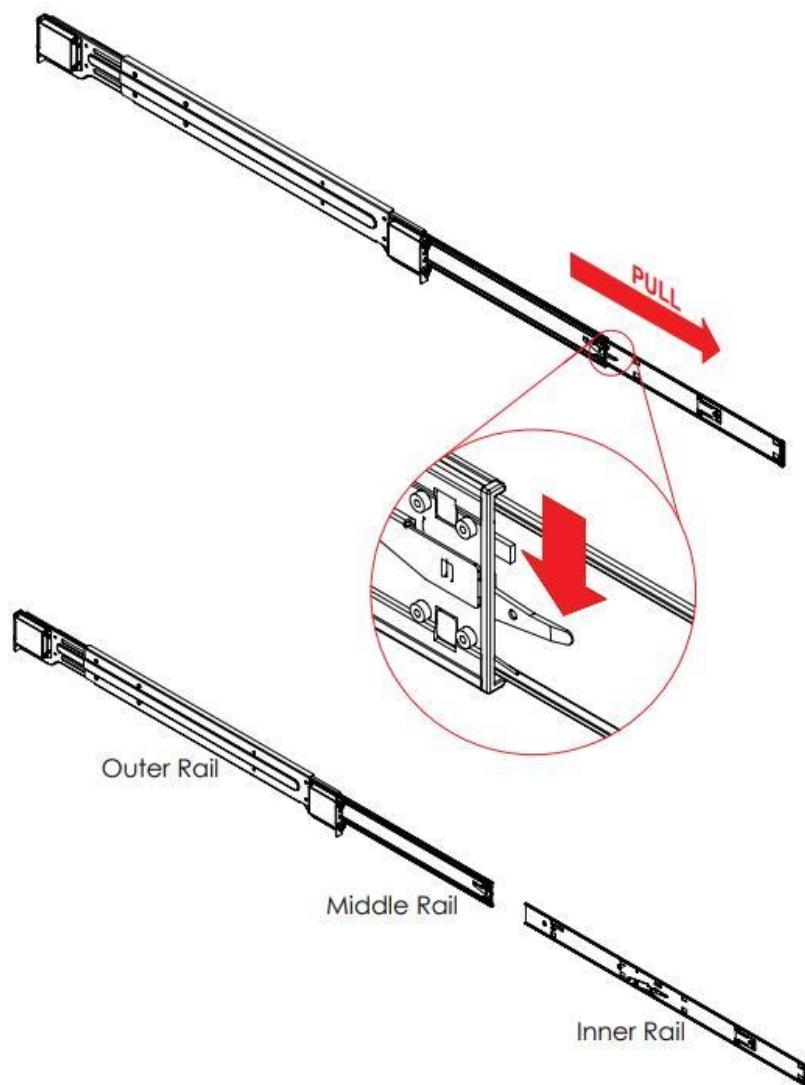

Рисунок 132 – Освобождение внутреннего
1. Подготовьте к установке телескопические рельсы, для чего извлеките внутренние рельсы из конструкции, с целью их дальнейшего монтажа на корпус модуля. Для этого освободите стопор, фиксирующий внутренний рельс в пакете и извлеките его из канала среднего рельса (см. Рисунок 132).